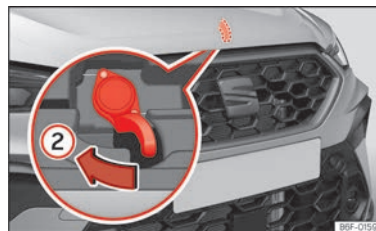

Abb. 178 Hebel unter der Motorraumklappe.
- Um die Frontklappe zu öffnen, drücken Sie den unterhalb der Frontklappe mittig vorgesehenen Hebel mit der Hand nach links >>> **(Abb. 178) ②**. Die Fanghaken werden entriegelt.